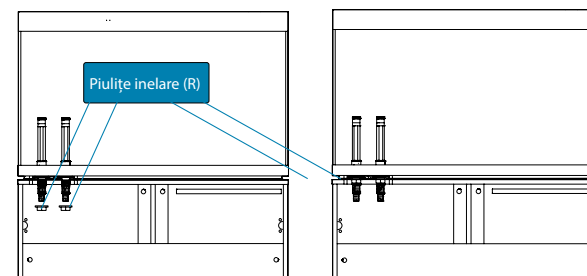
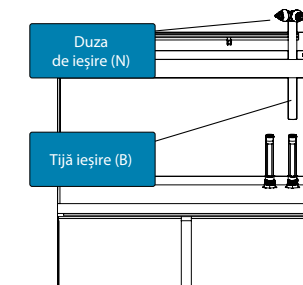

Fig. 3
Fig. 4
- Deschideți cabinetul. Înșurubați și strângeți piulița inelară (R) pe capătul inferior al tije (A) (Fig. 3).
- Introduceți duza de ieșire (N) în capătul tije de ieșire (B).
- Introduceți tija de ieșire (B) pe tija conectorului (A) (Fig. 4).
- Reglați înălțimea duzelor de ieșire în funcție de nevoile dumneavoastră glisând tija de ieșire (B) de-a lungul tije conectorului (A).
- Duzele de ieșire (N) pot fi rotite cu ușurință pentru a devia debitul de apă acolo unde se dorește.
- Deschideți cabinetul. Înșurubați și strângeți piulița (R) pe capătul inferior al celei de-a doua tije (A) (Fig. 3).